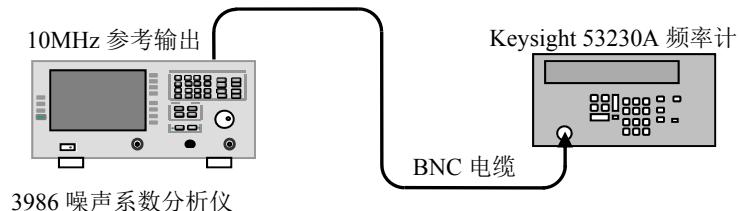

图 8.1 参考频率稳定度测试框图
- 步骤 1. 如图8.1所示连接测试仪器, 开机预热30min。